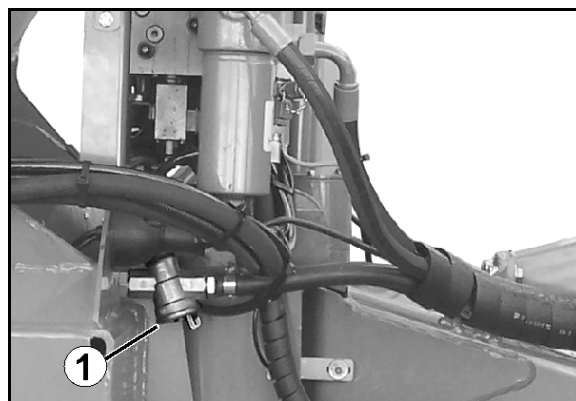

Fig. 119
1. Apăsați împreună piesa de închidere (Fig. 119/1) de la ambele urechi.